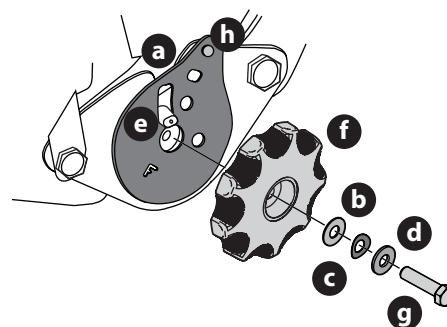

Figure 13
7. Retirez l'assemblage du bouton d'inclinaison du sac et installez (Figure 13).
NOTE : veillez à orienter la plaque d'inclinaison (a) et à installer la rondelle en plastique (b), la rondelle élastique (c) et la rondelle métallique (d) (Figure 13). La rondelle en plastique se trouve à l'intérieur.
8. Faites glisser la plaque de support du siège (a) sur l'axe du siège (e) (Figure 13).
10. Utilisez une clé pour serrer à la main la vis hexagonale (g) jusqu'à ce que le bouton du siège inclinable (f) soit difficile à tourner (Figure 13).
11. Desserrez progressivement la vis hexagonale (g) jusqu'à ce que le bouton d'inclinaison se déplace librement. Ne desserrez pas la vis hexagonale (g) de plus d'un tour complet (Figure 13).
12. Installez fermement l'écrou de 1/4 po sur le goujon à pression (h) et tournez le bouton d'inclinaison pour vérifier le fonctionnement du siège (Figure 13).